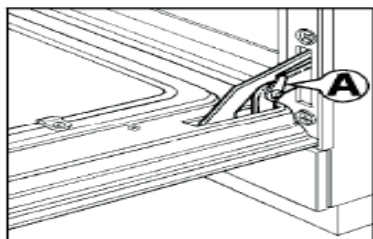

Fig. 13
- Na odpowiednich miejscach zawiasów zahaczyć pierścienie „A” (rys. 13);